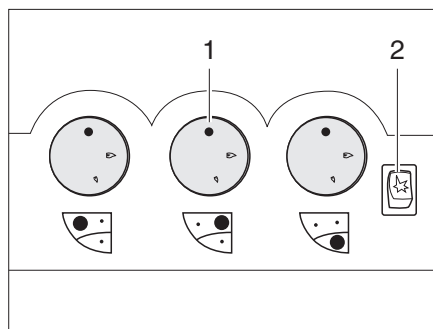
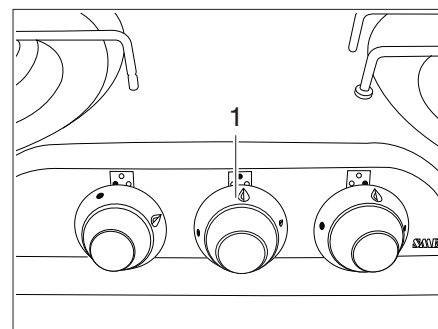

Fig. 126 Elementos de mando para la cocina de gas
Fig. 127 Alternativa: Elementos de mando para la cocina de gas
- Girar el regulador giratorio (Fig. 126,1 ó Fig. 127,1) correspondiente al quemador deseado a la posición de encendido (llama alta).
- Si hay una tecla de encendido (Fig. 126,2):